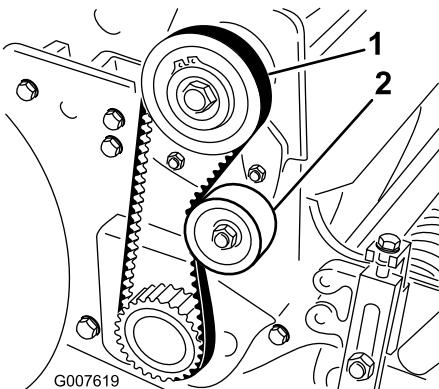

Figura 29
2. Compruebe la tensión presionando la correa en el punto intermedio entre las poleas (Figura 29) con una fuerza de 1,8 a 2,3 kg. La correa debe desviarse 6,4 mm.
- A. Afloje la tuerca de montaje de la polea tensora y pírote la polea tensora en el sentido de las agujas del reloj contra la parte trasera de la correa, hasta obtener la tensión deseada (Figura 29).